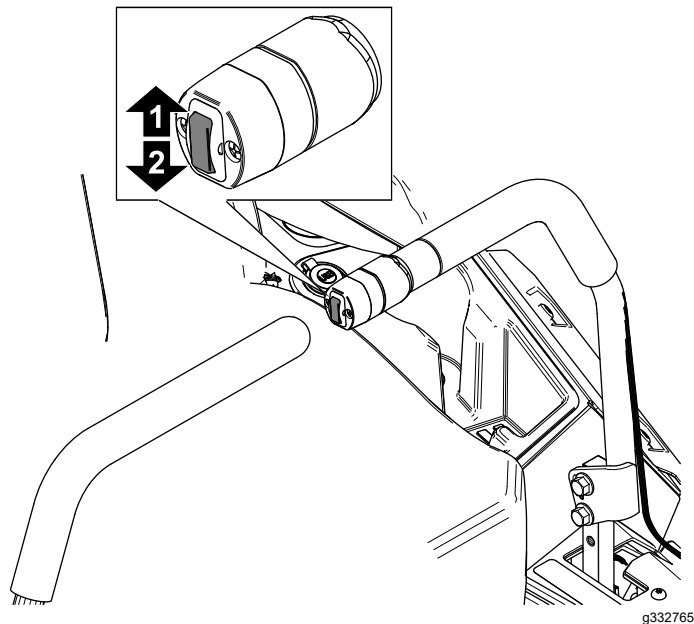

Bild 28
1. Drücken Sie den Mähwerkhubschalter (Bild 28) nach oben, bis das Mähwerk vollständig angehoben ist.
1. Drücken Sie den Mähwerkhubschalter nach oben (Bild 28).